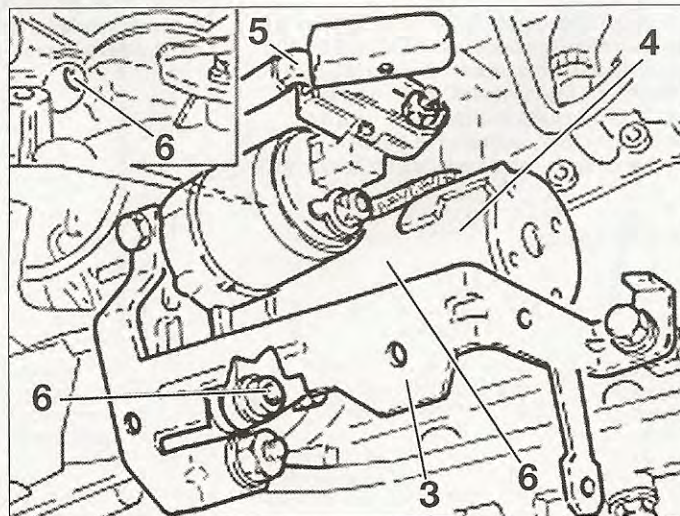

FIG. 3
- Desmontar el soporte (3) del depósito de depresión (fig. 3).
- Desconectar la alimentación (5) del motor de arranque (4).
- Desmontar los tornillos de fijación (6) del motor de arranque y desmontarlo.